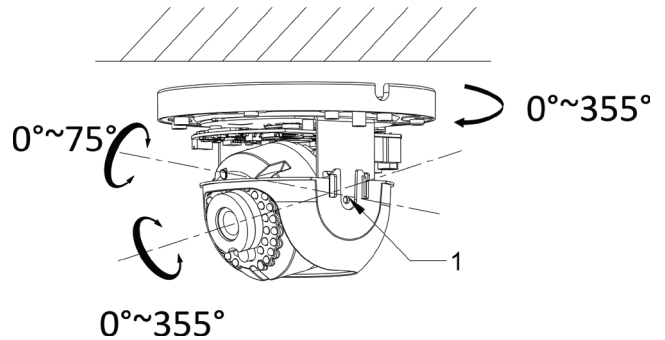

Abbildung 3: Justierung der Kamera in 3 Achsen;
Die Kamera kann in Innen- und Außenräumen verwendet werden (Schutzart IP67), wo sie an der Decke oder der Wand montiert wird. Die Justierung der Kamera wird in drei Achsen durchgeführt, was eine sehr einfache Installation in jeder Position ermöglicht (siehe Abbildung 3).
7. Befestigen Sie die Kamerabasis mit drei metrischen Schrauben und einem Torx-Schlüssel am Montagesockel. Achten Sie auf die korrekte Position der Kamera, siehe die Einsparung in Abbildung 3.
8. Führen Sie die Anmeldung der Kamera durch (siehe Abschnitt: Anmeldung bei dem Server), um einen Zugriff auf die Vorschau zu erhalten und justieren Sie die Kamera in den drei möglichen Achsen in der gewünschten Richtung, siehe Abbildung 3.